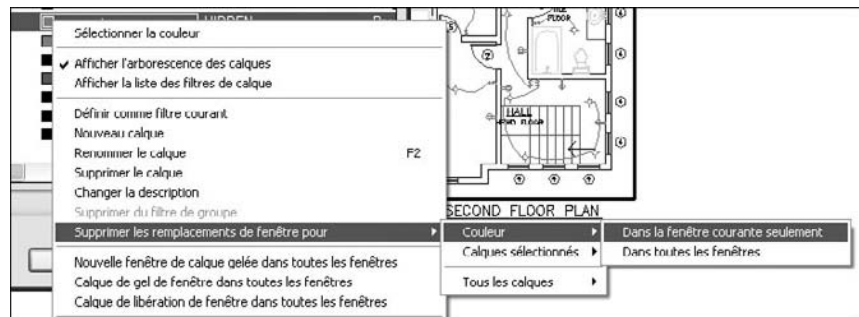

Fig.2.19
- [4] Cliquez sur **Supprimer les remplacements de fenêtre pour** (Remove Viewport Overrides for) puis **Calques sélectionnés** (Selected Layers) puis **Dans la fenêtre courante seulement** (In Current Viewport only) (fig.2.19).